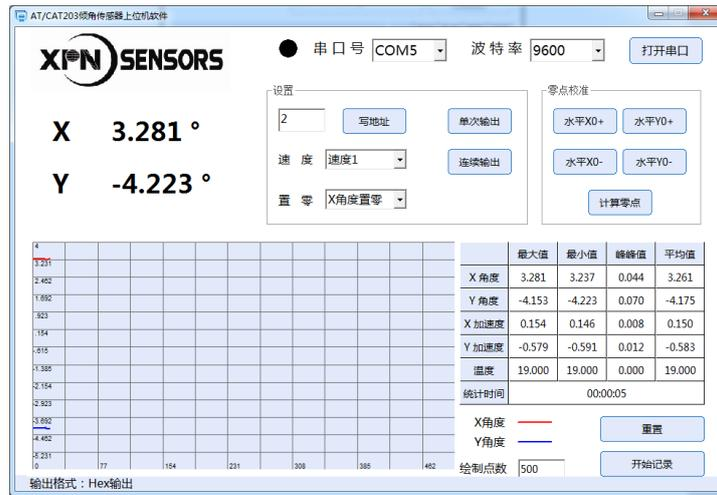

图 5-1-2
- (4) 选择正确的串口号和波特率值。
(5) 点击“打开串口”按钮，成功后串口状态指示由黑色变为绿色，同时界面显示传感器输出的角度值，角度曲线，数据分析值等，界面如图 5-1-2。